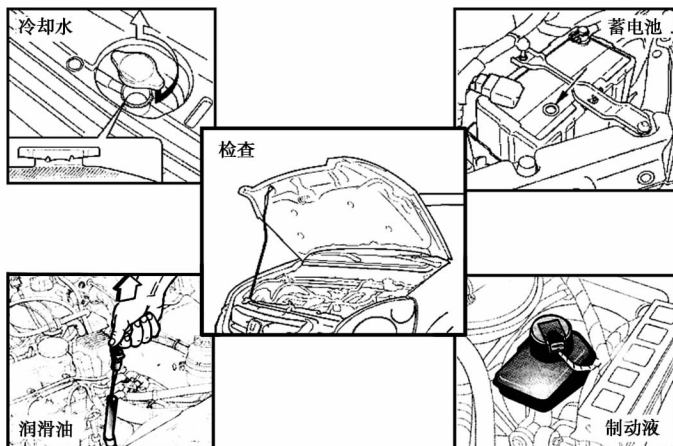

图 1-9
- 冷却水、润滑油、制动液、蓄电池电解液是否充足,并检查上述容器盖是否齐全有效(图 1-9);